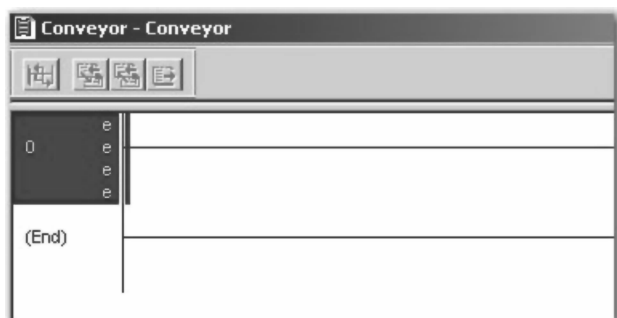

图 13-7 打开的空白梯形图
4. 双击 Conveyor 例程。将打开梯形图编辑器，该例程中没有任何梯级，如图 13-7 所示。